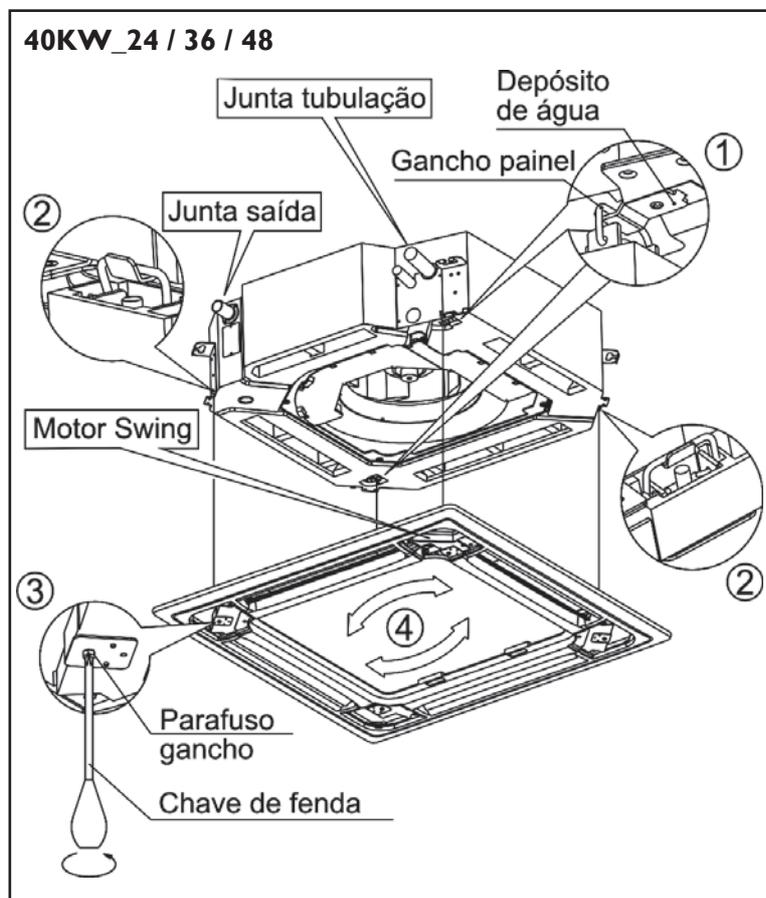

FIG. 26
- f) Encaixe os quatro ganchos, do painel de instalação no corpo principal. Ver Fig. 26 - Detalhe 1 e 2 para 40KW_24/36/48).